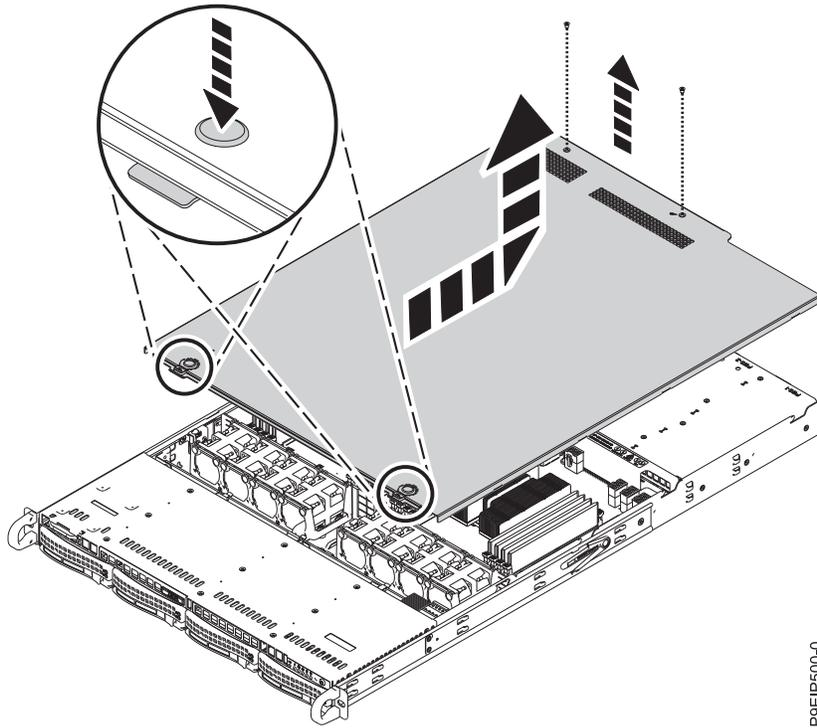

Figura 54. Liberación y apertura de la cubierta
3. Presione los dos botones en la cubierta superior **(2)** para liberar los pestillos como se muestra en la Figura 54 en la página 99, y empuje la cubierta hacia atrás 1 cm (0,5 pulgadas) hasta que se detenga. Si los botones no se presionan fácilmente, extraiga un poco las unidades directamente debajo de los